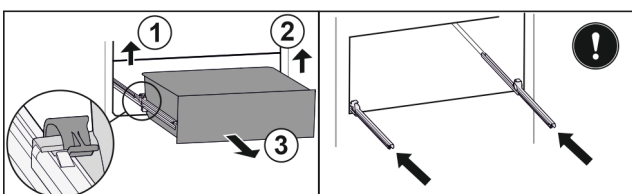

Fig. 155
- Soulever la bride gauche et tirer dans le même temps la partie gauche du tiroir vers l'avant. Fig. 155 (1)
- Soulever la bride droite et tirer dans le même temps la partie droite du tiroir vers l'avant. Fig. 155 (2)
- Retirer le tiroir par l'avant. Fig. 155 (3)